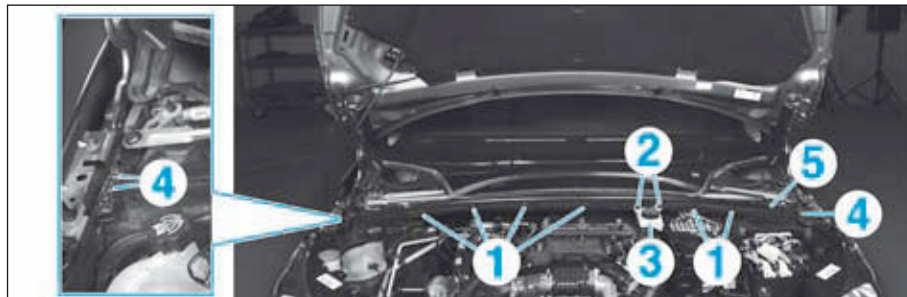

FIG.65
- Déposer les agrafes (1) (Fig.65).
- Déposer les vis (2) et écarter le réservoir de compensation de liquide de frein (3).
- Déposer les vis (4).
- Dégrafer et déposer la traverse (5).